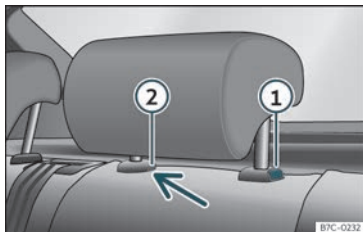

Fig. 103 Poggiatesta posteriore: smontaggio.
- Premere il tasto»» fig. 103 ①, premendo al tempo stesso attraverso il foro della sicura ② con un cacciavite piatto di massimo 5 mm di larghezza e rimuovere il poggiatesta.